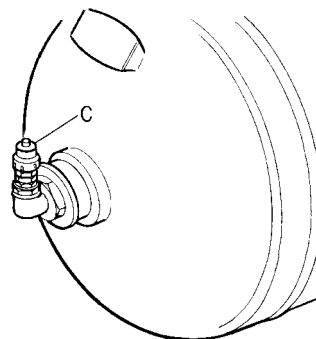

fig. 11
■ Op de elektrocompressor is een veiligheidsslagklep aangebracht die op een hogere druk geijkt is dan de maximale door de pressostaat bepaalde werkingsdruk. De slagklep grijpt bij slechte werking van de pressostaat in door een vluchtweg voor het luchtoverschot te operen (Fig. 11).
De werking van deze klep iedere 2000 uur controleren. De compressor stilleggen wanneer hij een druk van 6-7 bar heeft bereikt en krachtig aan de ring van veiligheidsklep C trekken, maar zonder het gezicht dichtbij te houden. Er komt inderdaad druklucht uit. Indien de klep bij loslaten van de ring sluit zonder lucht uit te laten, is de klep volledig efficiënt (Fig. 11).